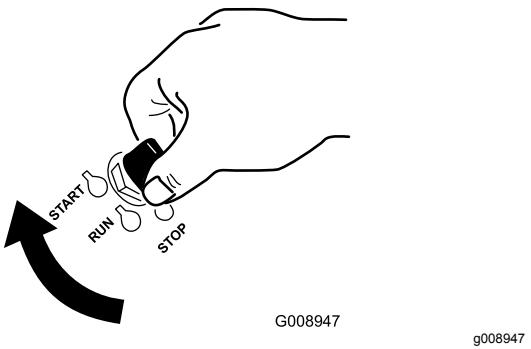

Figura 14
1. Gire la llave de contacto a la posición de Arranque (Figura 14). Cuando el motor arranque, suelte la llave.